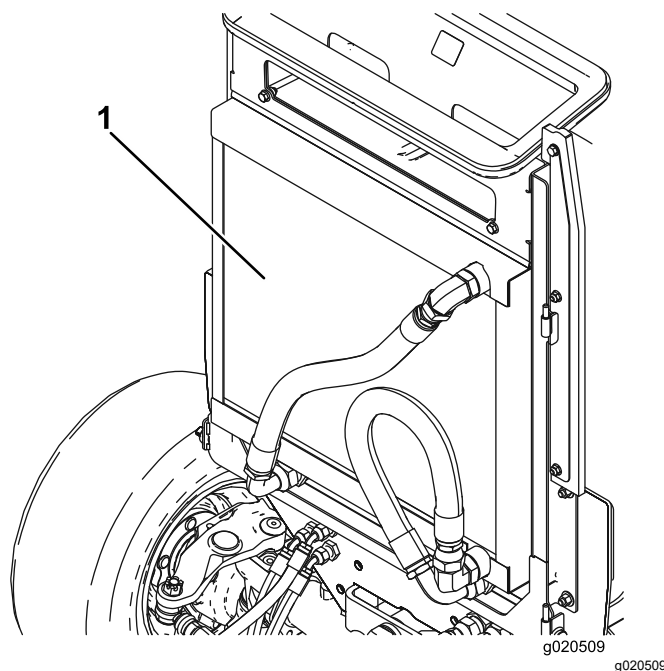

Figure 94
2. Nettoyez soigneusement les deux côtés du radiateur/refroidisseur d'huile (Figure 94) à l'air comprimé. Commencez par l'avant et soufflez les débris vers l'arrière. Nettoyez ensuite en soufflant de l'arrière vers l'avant. Répétez cette procédure plusieurs fois jusqu'à ce qu'il ne reste plus aucun débris.